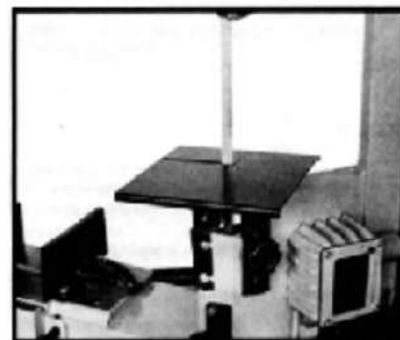

Рис. 2
4. Пропустите лезвие через проем в столе и зажмите двумя винтами. См. Рис. 2.